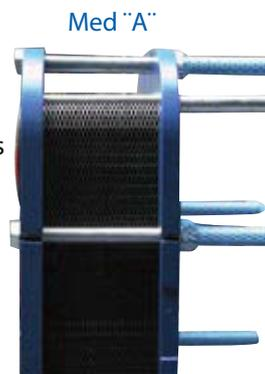

fig12
- O aperto estará completo quando a distância entre faces interiores de ambos os cabeçotes (fixo e móvel) iguale a distancia "A" segundo se mostra nas especificações do equipamento e na placa de identificação, veja a fig 12.